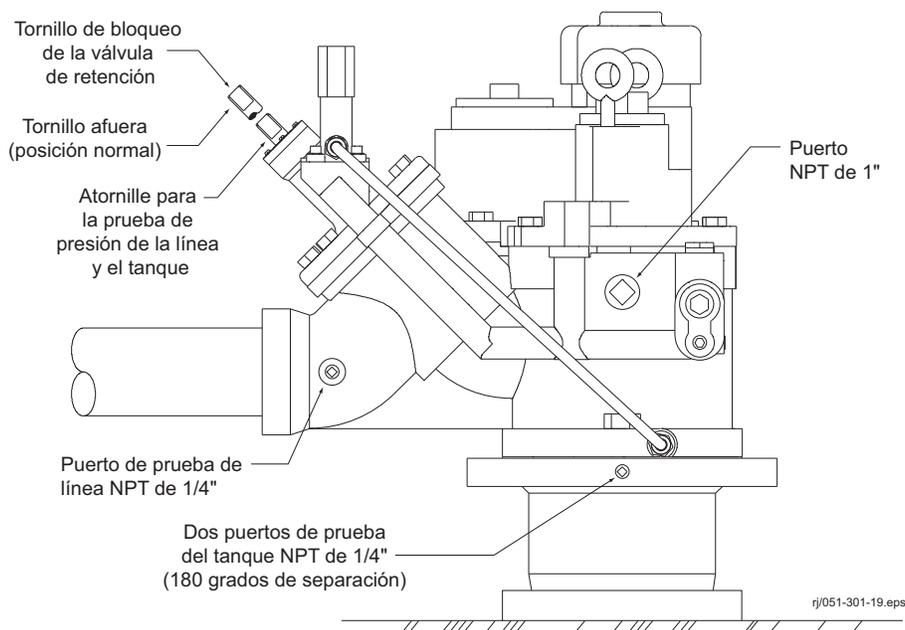

Figura 12. Ensamble del múltiple de empacador Maxxum®: Prueba de línea y tanque
2. Bloquee la válvula de retención de la bomba al girar el tornillo de bloqueo de la válvula de retención hacia la derecha todo lo que se pueda (consulte la Figura 12).
1. Bloquee la válvula de retención de la bomba al girar el tornillo de bloqueo de la válvula de retención hacia la derecha todo lo que se pueda (consulte la Figura 12).